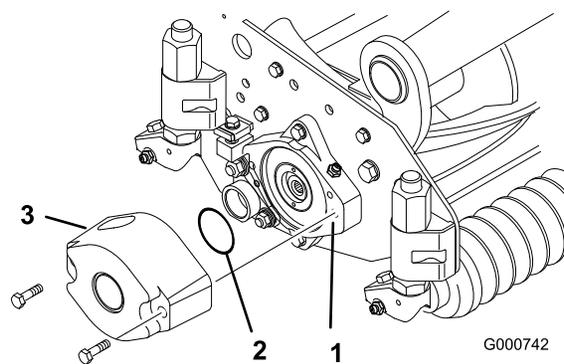
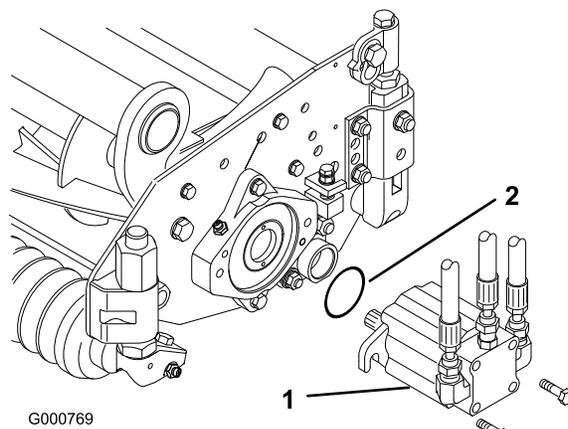

Figura 4
Figura 7
ciascun lato dell'elemento di taglio (Figura 4 e Figura 7).
4. Montate un contrappeso sul lato appropriato di ogni elemento di taglio e fissatelo con le viti a testa cilindrica a corredo (Figura 4).
13. Montate il motore sul lato comando dell'elemento di taglio, e fissatelo con le due viti a testa cilindrica a corredo (Figura 7).